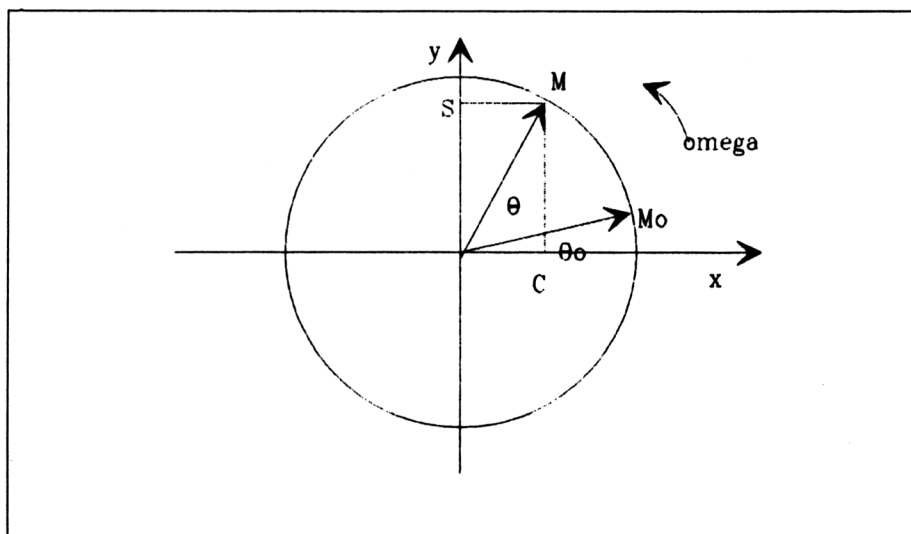

Fig. 5
- Fonctions sinusoïdales du temps (Fig. 5)